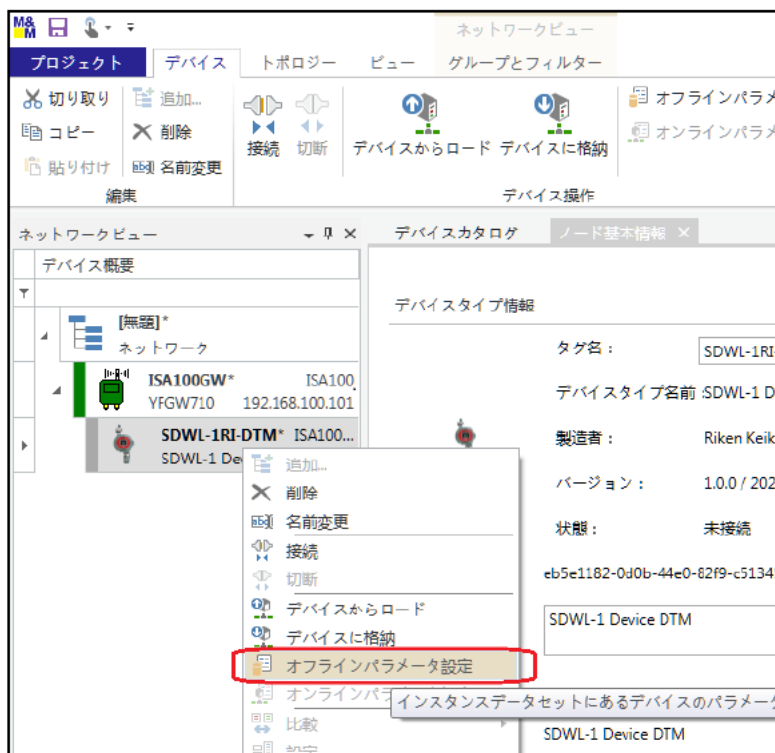

図 5-53 Offline Parameterize メニューの選択
- ① 前項（オンラインでの起動）の⑩までの操作を行います。
- ② メイン画面左のツリーメニュー⇒SDWL-1（タグ名）を右クリックし、「Offline Parameterize」を選択します。（図 5-53）